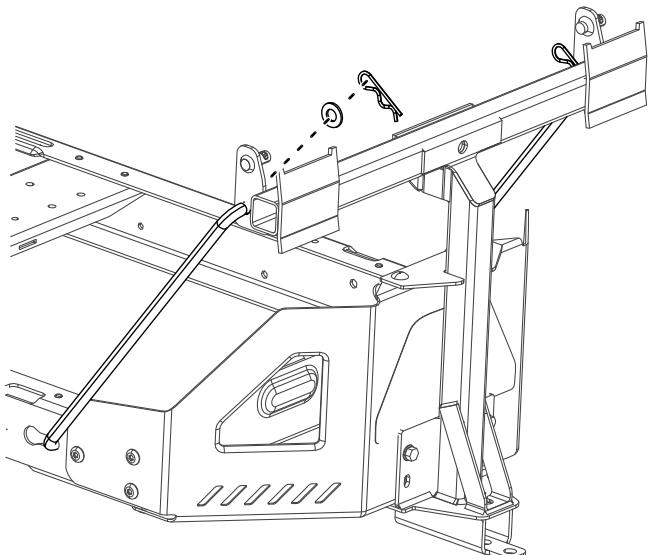

Figure 8
4. Placez l'extrémité évasée et coudée d'une tige dans le trou à détrompeur sur le côté gauche du cadre de la machine, et déplacez la tige vers l'arrière pour l'enclencher dans le cadre (Figure 8).
5. Insérez les extrémités coudées des tiges dans le support de fixation d'accessoire, comme montré à la Figure 8, et fixez-les avec une rondelle et une goupille fendue.
2. Montez les supports de pivot sur le cadre pivotant (Figure 8).